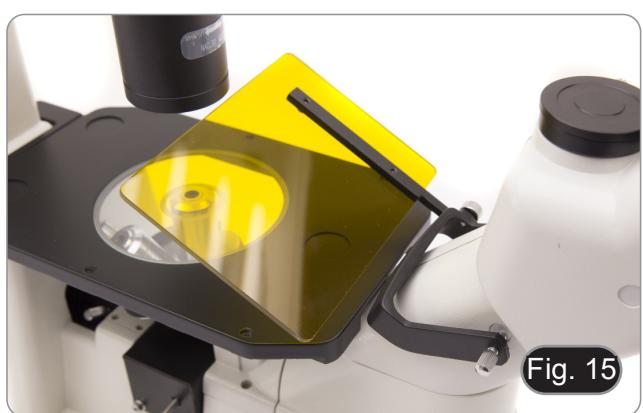

Fig. 15
6. Para prevenir posibles daños de la radiación UV, montar la pantalla de protección naranja tal y como se muestra. (Fig. 15)